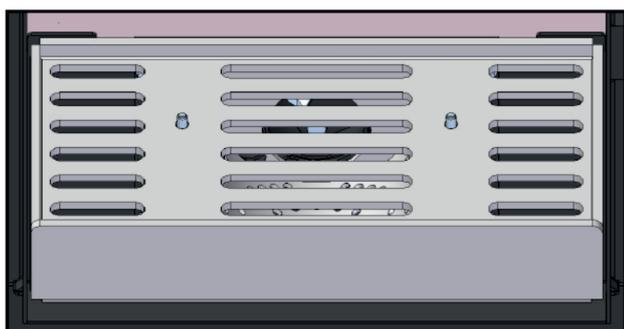
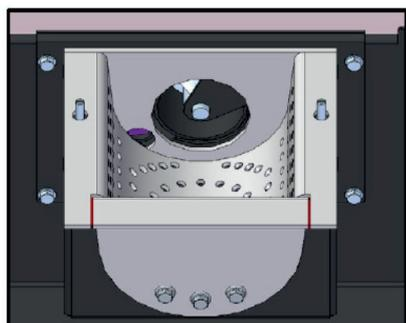
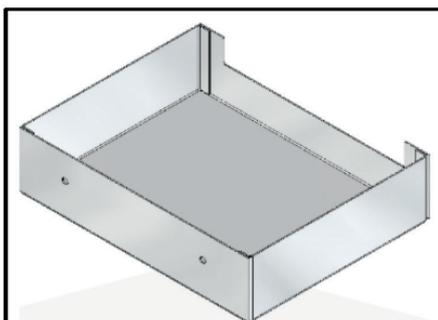

FIGURE 1
FIGURE 2
FIGURE 3
- Vérifier si le brasier est correctement mis en place (figure 1), bien calé dans son logement et inséré dans les rainures si elles sont présentes.
Pour une bonne alimentation en air primaire, il est utile que la grille sur laquelle le bois est placé (fig. 1), le brasier à granulés (fig. 2) et le tiroir à cendres (fig. 3) soient propres. Pour ce faire, ouvrir la porte du foyer et s'assurer que les braises soient froides. Si les braises sont complètement froides, il est possible d'éliminer les résidus présents. Une fois la grille supérieure nettoyée, nettoyer le tiroir.